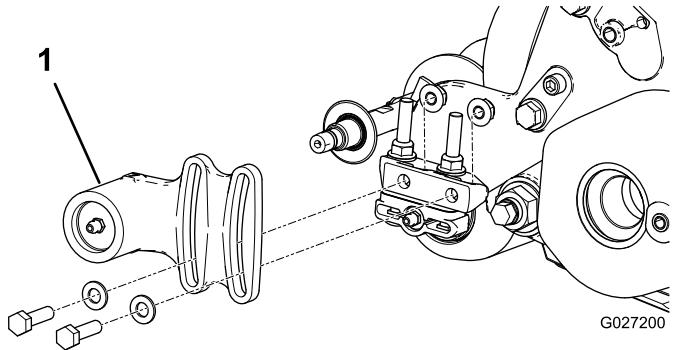
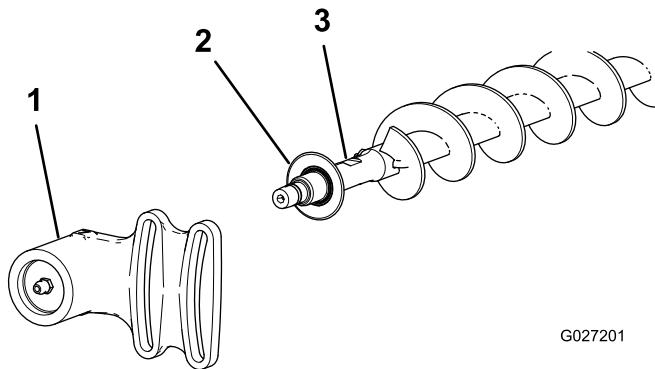

Bild 18
Bild 19
- Wenn eine Rollenbürste an der Schneideeinheit montiert ist, entfernen Sie die zwei Schrauben, Scheiben und Muttern, mit denen das nicht angetriebene Lagergehäuse an der Befestigungshalterung des Lagergehäuses befestigt ist (Bild 18 und Bild 19).
- Schieben Sie das nicht angetriebene Lagergehäuse und die Abschlussdichtung von der Bürstenwelle (Bild 19).
9. Setzen Sie die Ausschlusdichtung und das nicht angetriebene Lagergehäuse auf die Bürstenwelle (**Bild 19**).